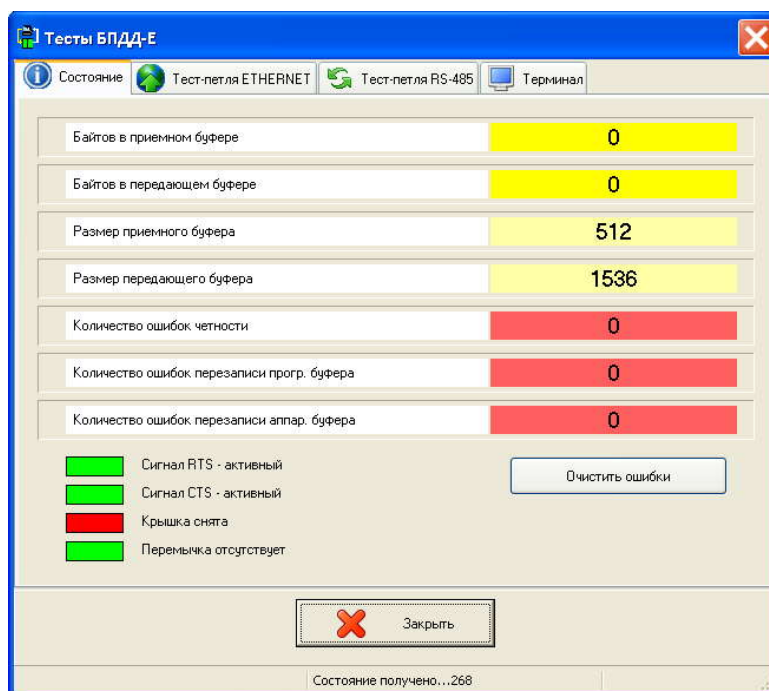

Рисунок 74 – Окно “Тесты БПДД-Е”
- 1.14.2. Для проверки микропереключателя следует перейти на вкладку **Состояние** (рисунок 74). При замыкании / размыкании пользователем контакта микропереключателя на плате БПДД-Е соответствующий индикатор будет окрашиваться в зеленый / красный цвет, а поясняющая надпись напротив индикатора будет изменяться на **Крышка закрыта / Крышка снята**.
- 1.14.3. Для проверки конфигурационной переключки на плате БПДД-Е следует перейти на вкладку **Состояние** (рисунок 74). При установке / снятии пользователем переключки на плате БПДД-Е соответствующий индикатор будет окрашиваться в красный / зеленый цвет, а поясняющая надпись будет изменяться на **Переключка установлена / Переключка отсутствует**.